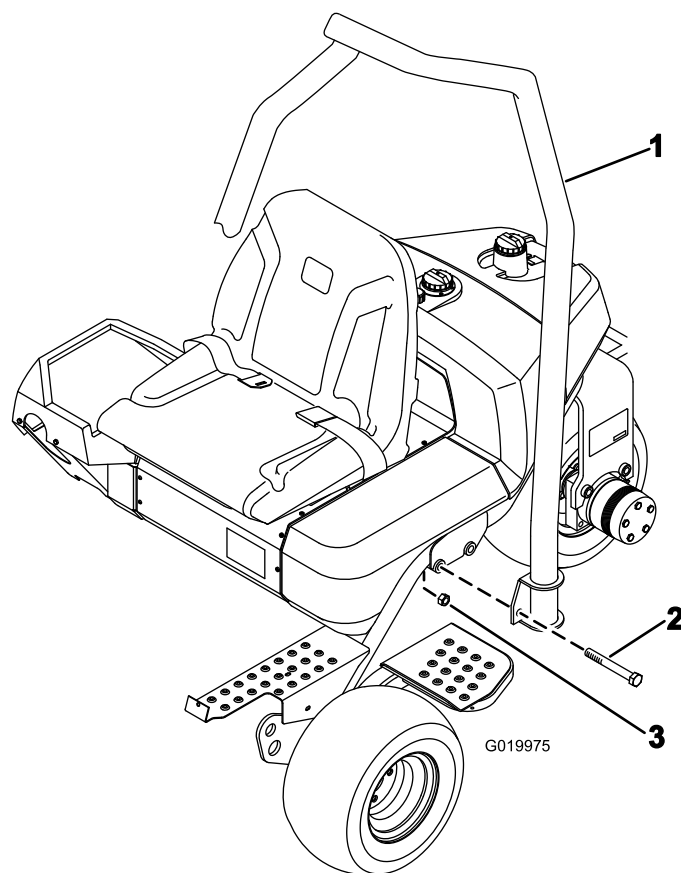

図 7
1. ROPS の上部の湾曲部が機体の前方を向くようにROPSを配置する 図 7。
2. ROPS をフレームの上に降ろし、取り付け穴に整列させる 図 7。
3. ROPS の左右それぞれをフレームに固定するボルト2本 $\frac{5}{8}$  x 4 $\frac{1}{2}$  インチと、ロックナットを 図 7 のように使用する。183-223 N.m 1.2-1.5 kg.m = 135-165 ft-lbにトルク締めする。